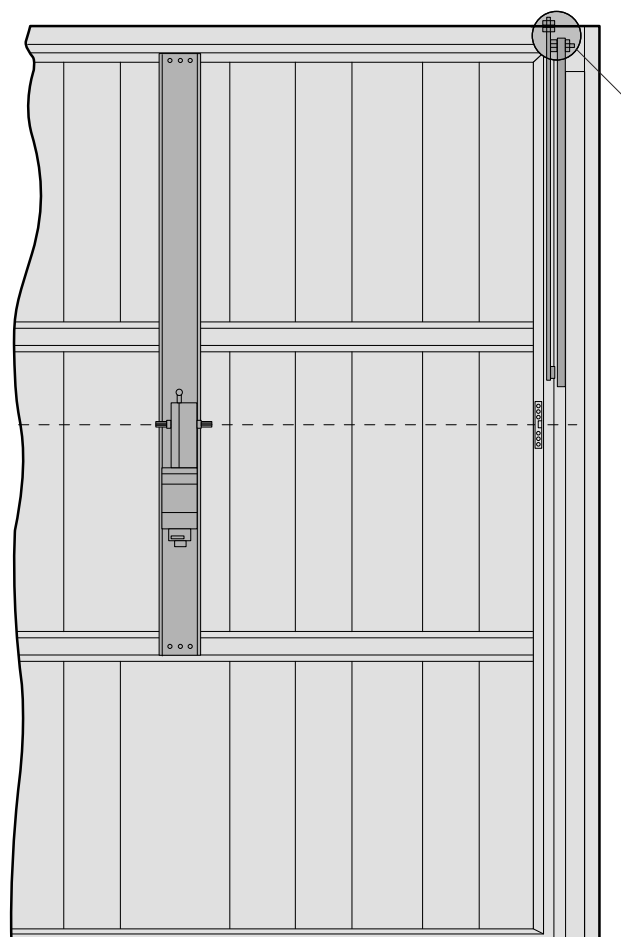

Fig. 5
Fissare il tubo e le staffe angolari mediante la vite, la rondella e il dado in dotazione. Applicare il tubo esternamente e possibilmente più vicino al braccio porta e fissarlo mediante vite o robusta saldatura (fig. 5).
- Raise the door to the fully-open position and measure the length of "B" (see fig. 4). Both the arm and the tube should be trimmed to 30 mm less than the length of "B". Use the nut, washer and bolt supplied with the unit to secure the tube and the angle brackets. Fit the tube externally, as close as possible to the door arm, and fasten with screw or by welding (see fig. 5). Application of the E 787A long tube (for doors with heights of 2400 to 2700 mm).
- Levante completamente la hoja, mida la medida "B" (fig. 4) y desde ese punto acorte 30 mm tanto el brazo como el tubo. Fije el tubo y los estribos angulares por medio del tornillo, la arandela y la tuerca suministrados. Coloque el tubo en la parte externa y lo más cerca posible del brazo puerta, y fíjelo con un tornillo con una soldadura robusta (fig. 5). Instalación del tubo sobredimensionado E 787A (para puertas de altura comprendida entre 2400 y 2700 mm).